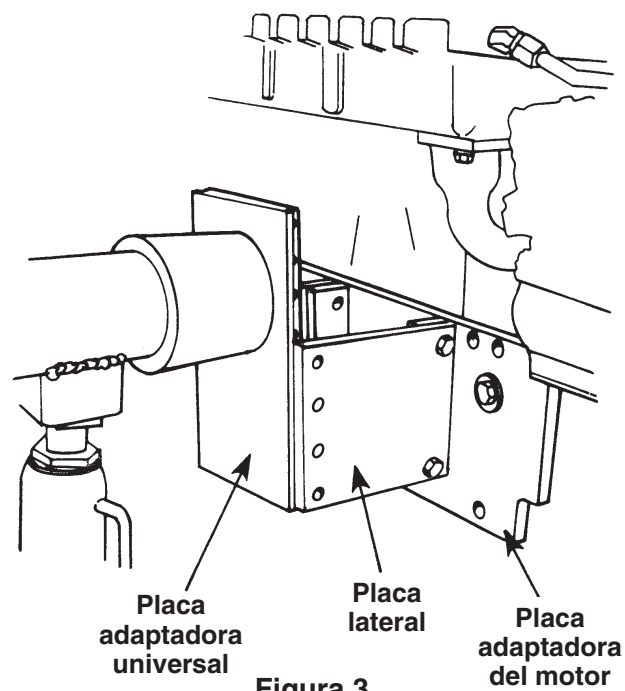

Figura 3
3. Asegure el motor a la placa adaptadora del motor utilizando los espaciadores, pernos y arandelas especificados en la gráfica de aplicaciones. Apriete los pernos con una llave. Consulte la Figura 3.